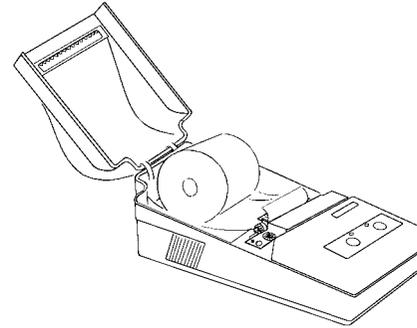

图2-2. 打开上盖
- (1) 如图2-2所示，掀起打印机的上盖。
- (1) 掀起打印机的上盖（见图2-2）。